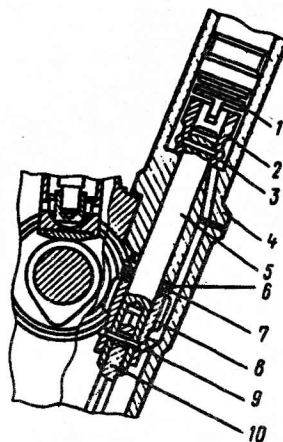

Рис. 11. Привод масляного насоса и датчика-распределителя зажигания:
**Привод масляного насоса** (рис. 11) осуществляется от распределительного вала парой винтовых шестерен. Ведущая шестерня — стальная, залита в тело чугунного распределительного вала; ведомая — стальная, нитроцементированная, закреплена штифтом на валике, вращающемся в чугунном корпусе. На верхний конец валика надета и закреплена штифтом втулка, имеющая смещенную на 1,15 мм в сторону прорезь для привода датчика-распределителя зажигания. К нижнему концу валика шарнирно присоединен промежуточный шестигранный валик, нижний конец которого входит в шестигранное отверстие валика масляного насоса.